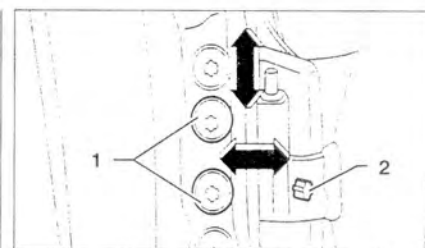

Рис. 10.13. Вкрутите винты 2 крепления дверей к петлям. Отрегулируйте дверь, ослабив винты 1 и перемещая ее относительно петель.
2. Вкрутите винты 2 крепления дверей к петлям (рис. 10.13). Отрегулируйте дверь, ослабив винты 1 и перемещая ее относительно петель. Момент затяжки винтов: 25 Нм.